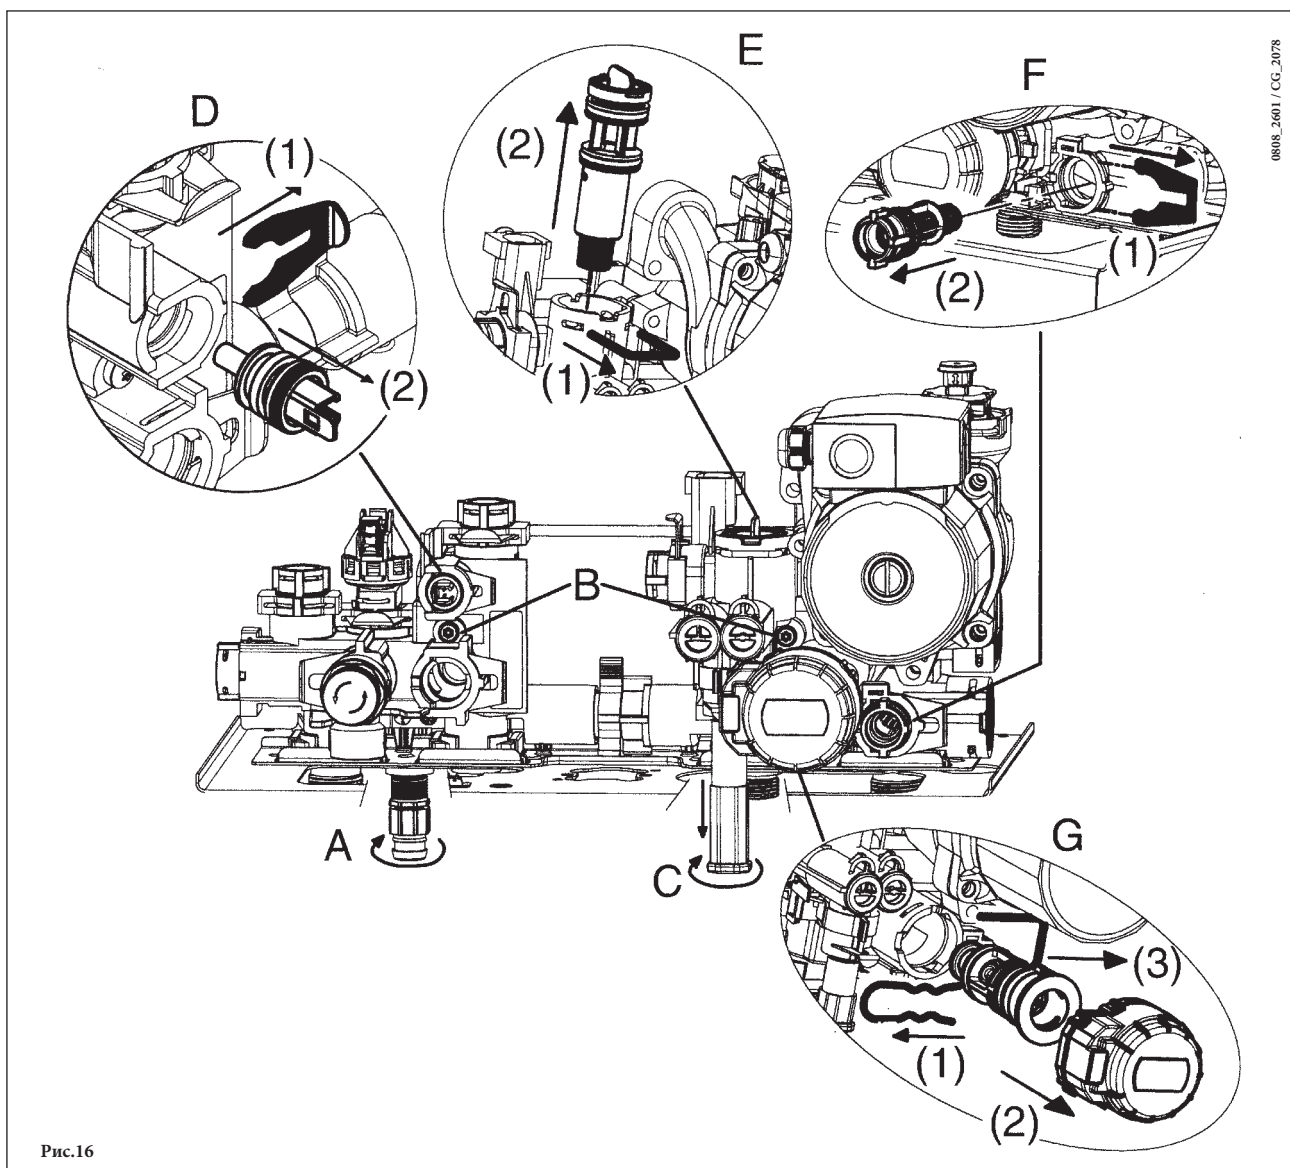

Рис.16
Фільтр на вході холодної води системи ГВП і фільтр на поверненні з системи опалення розташовуються усередині спеціальних знімних картриджів. Картридж з фільтром системи опалення розташовується на поверненні з системи (рис.16 F), картридж з фільтром системи ГВП розташовується на вході холодної води (рис. 16 E). Для очищення фільтрів діяти наступним чином:
- злити воду із системи опалення, відкривши кран А (рис.16);
- для того, щоб вийняти картридж з фільтром системи опалення, необхідно спочатку зняти мотор триходового клапана (1-2G - рис.16);
- для заміни датчика NTC контуру ГВП дивись рис. 16 D.
- Зняти затиск 1E (рис.16);
- Зняти фільтр (2E рис.16).
При відсутності спеціального крана необхідно демонтувати вторинний теплообмінник, як описано в наступному розділі, та очистити його окремо. Рекомендуємо очистити від вапняного нальоту також датчик NTC системи ГВП і місце його розташування (рис.16 D).
- відкрутіть два гвинти (прямо перед вами), що кріплять теплообмінник ГВП, і вийміть його (рис.16 B).